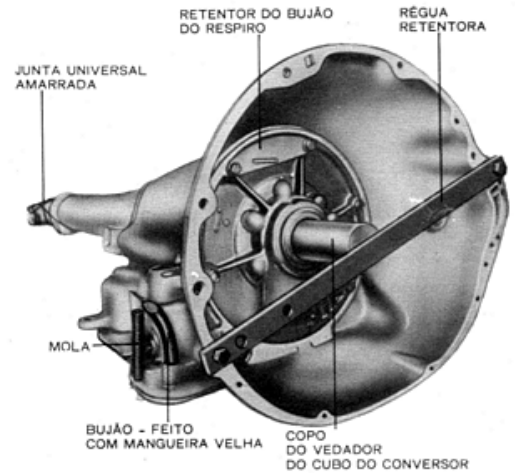

Fig. 77 — Transmissão preparada para o teste de pressão
- Com movimentos giratórios, instalar o copo vedador no cubo do conversor, sôbre a árvore primária e através do vedador do cubo do conversor até o copo bater no fundo contra os dentes do rotor da bomba (Fig. 77).